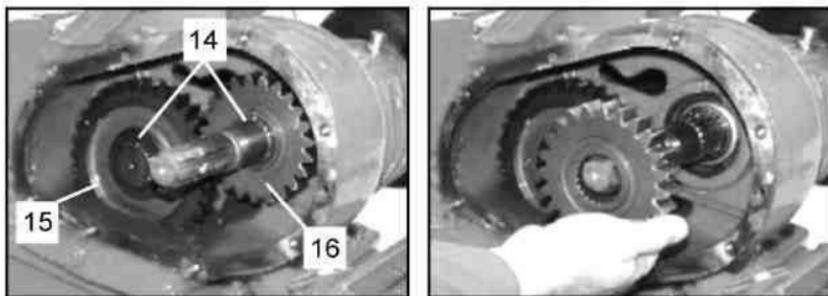

Рисунок 8.2.6 – Переключение скорости редуктора путем замены зубчатых колес
- снимите упругие кольца (14) (рисунок 8.2.6) и замените зубчатые колеса (15) и (16) в соответствии с таблицей 8.1.3.